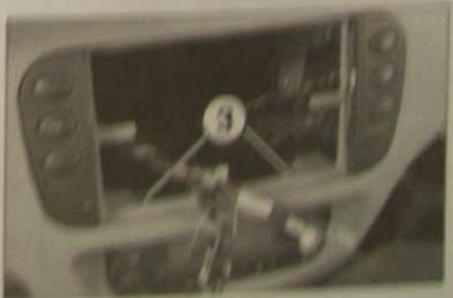

FIG. 21
- les 2 vis de fixation (3) du tableau de commande de climatisation (Fig.21).